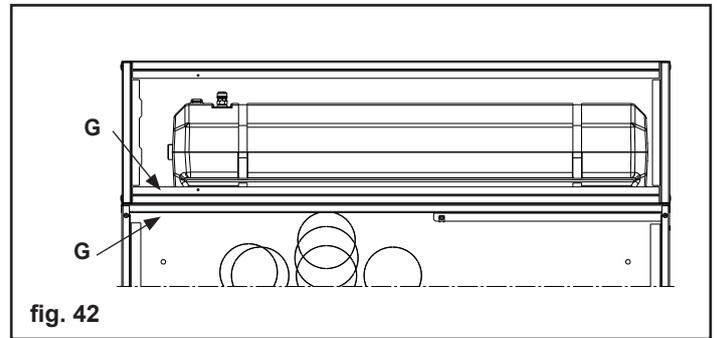

fig. 42
- Verificare che siano state eliminate le pretranciature (G - fig. 42) per il passaggio dei tubi dall'estensione accumulatore inerziale (lato inferiore sinistro) e dal box (lato superiore sinistro)